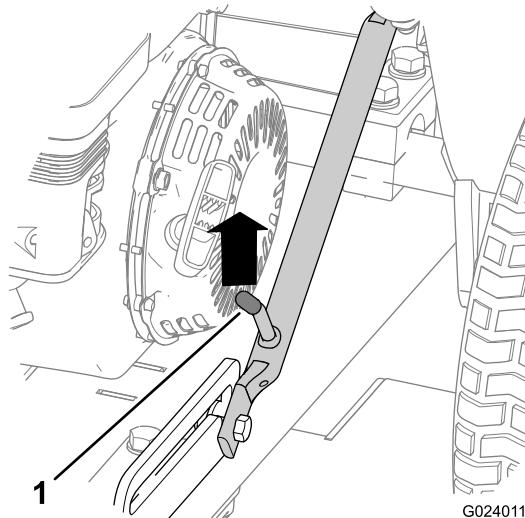

Figura 25
- A. Sollevate il gruppo dell'attacco in modo che la leva del dispositivo di fermo sia sbloccata dal fermo di scorrimento (Figura 25).